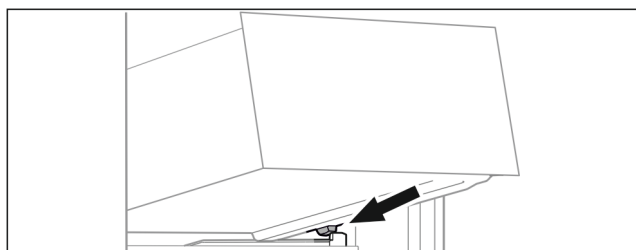

Fig. 71
- ▶ Coloque el cajón inclinado detrás de los topes sobre la nervadura para recipientes. (consulte Fig. 71)